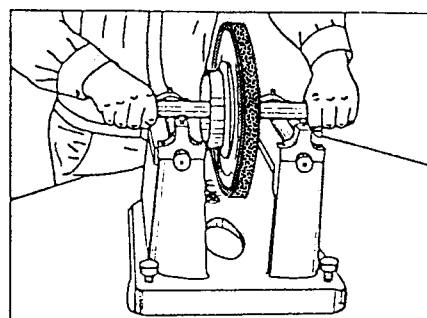

図1-26 両手でもって、台にのせる
(2) ダイヤモンド砥石をバランス台にのせる。
- ① 砥石の軸取付け穴と専用バーをきれいに掃除し、専用バーをしっかりとはめ合わせる。
- ② 専用バーの両端を持ち、バランス台に静かにのせる(図1-26)。